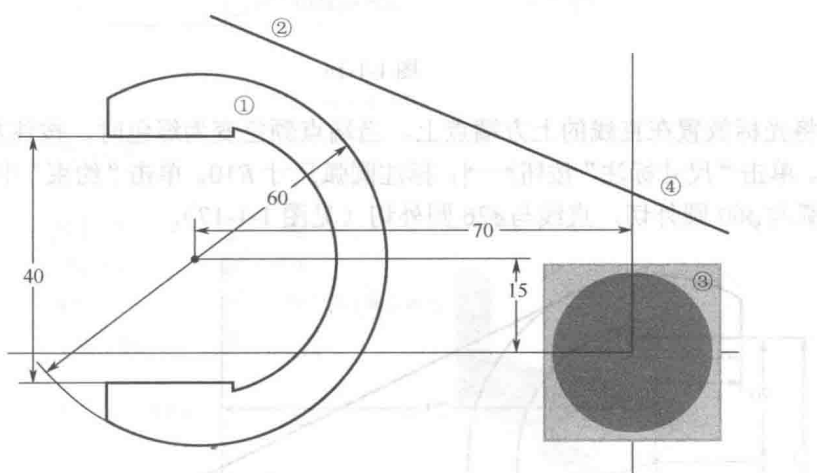

图 1-1-14
单击“直线”按钮, 在图形上方外侧画任意两点间的倾斜直线。单击“约束”中的相切图标, 分别单击位置①②和③④, 使直线分别与 $\phi 60$ 和 $\phi 26$ 的圆弧外切(见图 1-1-14)。